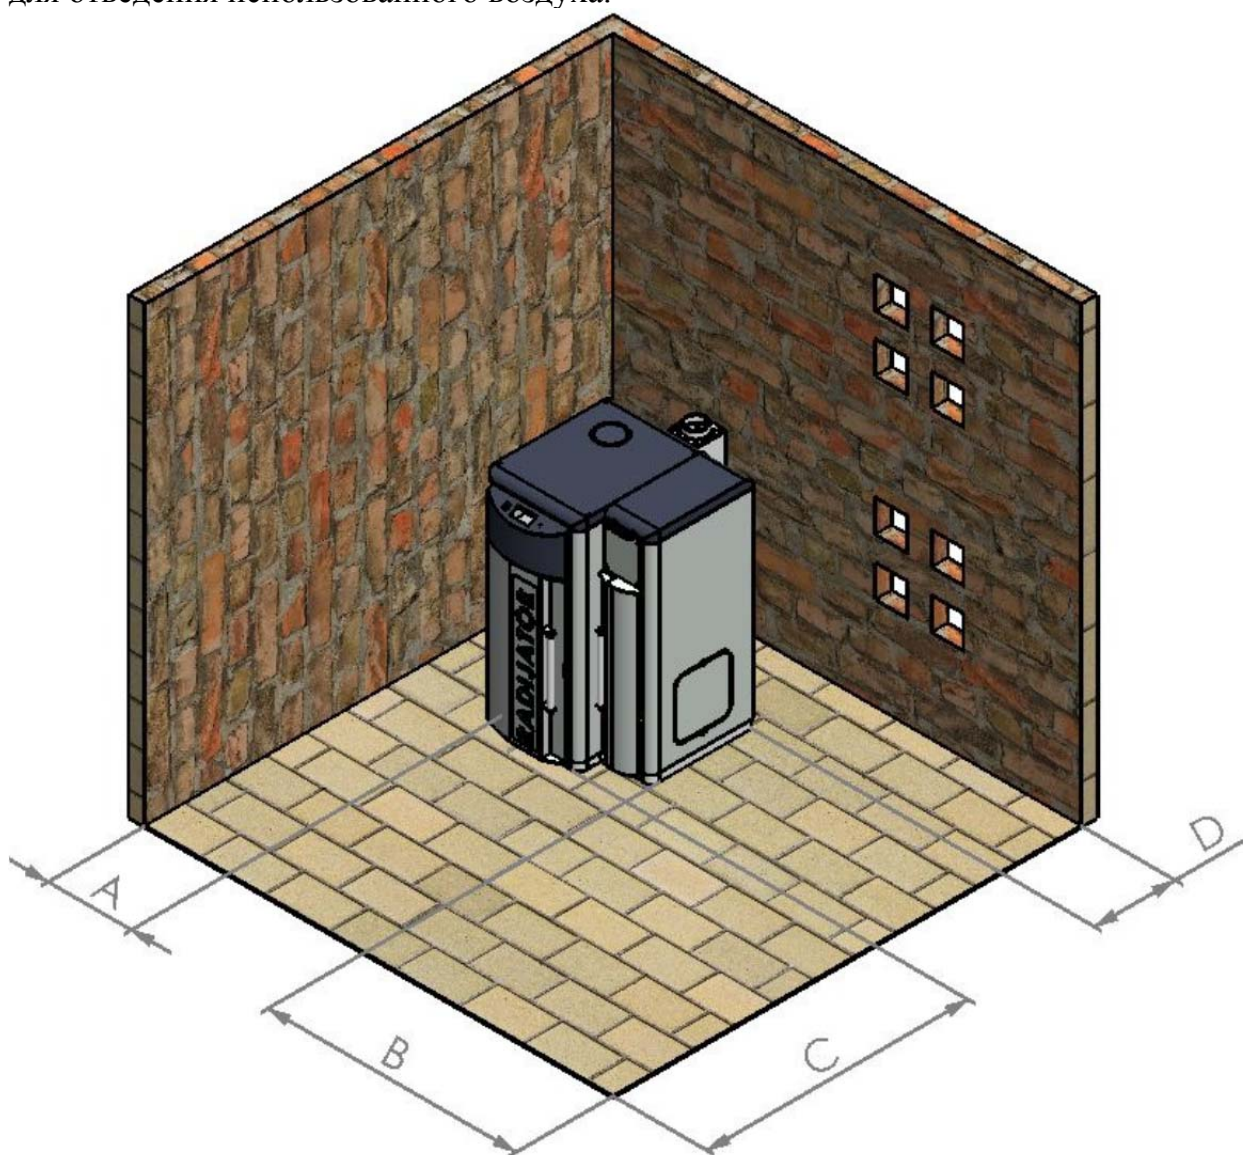

Рис. 7 Расположение котла в котельном помещении
- Котел должен находиться на безопасном расстоянии от легковоспламеняющихся материалов. Для беспрепятственного обслуживания и чистки котел должен быть установлен на достаточном расстоянии от возможных препятствий. См. рис. 7.
- Место установки показано на рис. 7. Котел поставляется с медным теплообменником для аварийного съема тепла, поэтому необходимо использовать ТПК с этим теплообменником, как показано на рис. 3. Холодная вода подводится к ТПК, как только датчик температуры ТПК получает информацию о повышении температуры теплоносителя выше 95°C – ТПК открывается и начинается охлаждение котла. После охлаждения котла до рабочей температуры ТПК возвращается в закрытое состояние.
Основание для котла в котельной должно быть выполнено из негорючих материалов. Рекомендуемые значения удаленности всех четырех сторон котла от стен котельной или каких-либо других твердых тел (аккумулирующий бойлер и т.д.) указаны на **рис. 7**. Эти значения удаленности обеспечивают безопасных доступ при топке, достаточное пространство для очистки и беспрепятственный доступ к вентилятору и клапану для наполнения и опорожнения. Левая сторона котла должна быть удалена от стены на 100-200 мм, т.е. на расстояние, которое обеспечивает пространство для подключения термозащитного клапана.